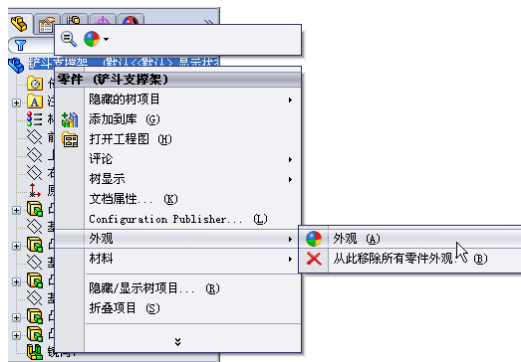

图 8-41 快捷菜单 1
(1) 右击“FeatureManager 设计树”中的文件名称，在弹出的快捷菜单中选择“外观”→“外观”命令，如图 8-41 所示。